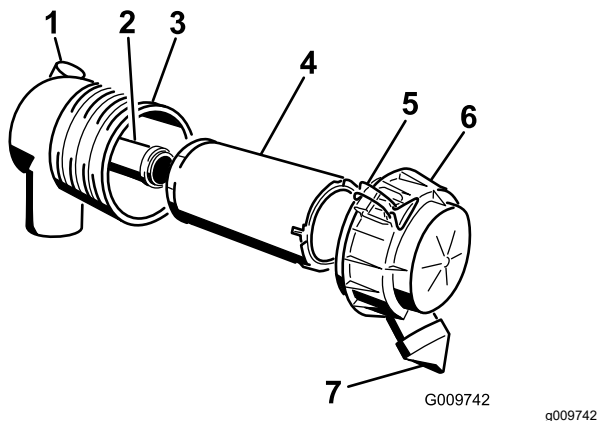

Figura 55
1. Estraiete con cautela il filtro primario dal corpo del filtro dell'aria (Figura 55).
4. Se sostituite il filtro di sicurezza, fate scorrere con cautela il nuovo filtro nel corpo del filtro (Figura 55).
6. Montate il coperchio del filtro dell'aria con il lato "UP" rivolto verso l'alto e fissate i fermi (Figura 55).